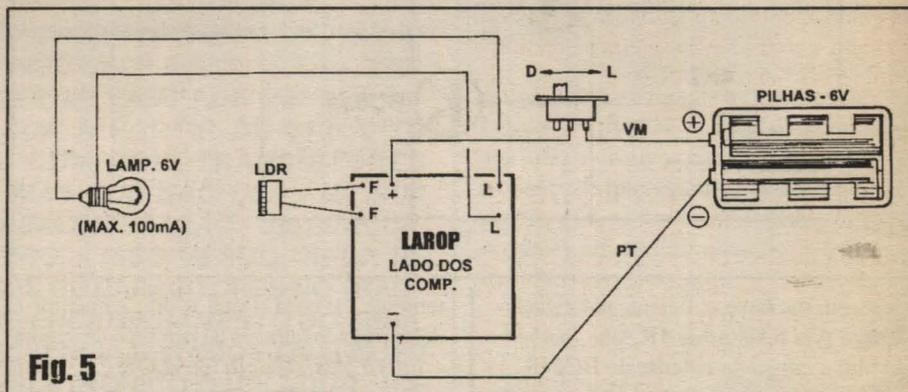

Fig. 5
- FIG. 5 - CONEXÕES EXTERNAS À PLACA - Ainda vista pelo lado dos componentes (só que com as peças já demonstradas na figura anterior agora *invisibilizadas*, para não complicar o entendimento...), a plaquinha traz as conexões externas, com todos os detalhes: observar as ligações da alimentação, aos pontos (+) e (-), que respectivamente devem receber os fios **vermelho (positivo)** e **preto (negativo)** oriundos do suporte das pilhas, intercalando-se o interruptor geral no cabinho do **positivo**... As conexões da lâmpadina e do LDR não são polarizadas, e assim podem ser feitas sem a preocupação de *qual terminal vai onde*... Nessas ligações, lembrar do seguinte: embora a figura mostre (por questões de praticidade no desenho e na visualização) o LDR ligado diretamente à placa, e a lâmpada ligada através de fios relativamente longos, na verdade ambos os componentes poderão (provavelmente *deverão*...) ser ligados através de cabinhos isolados flexíveis, no